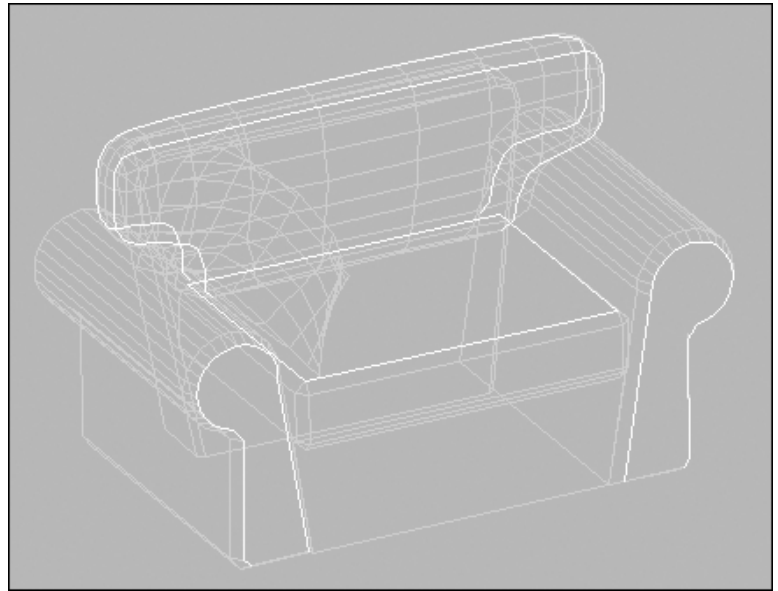

Fig.9.102
- [4] Le fauteuil à habiller est conçu à partir de splines extrudées puis modifiées pour biseauter ou arrondir les angles (fig.9.102). L'ensemble est ensuite regroupé en un maillage éditible.